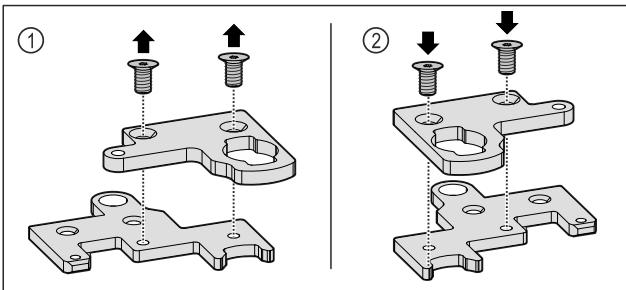

Fig. 34
- Išardykite dvių dalių šarnyrinj kampuotj. Fig. 34 (1)
- Vėl surinkite dvių dalių šarnyrinj kampuotj, pasukę 180°. Fig. 34 (2)